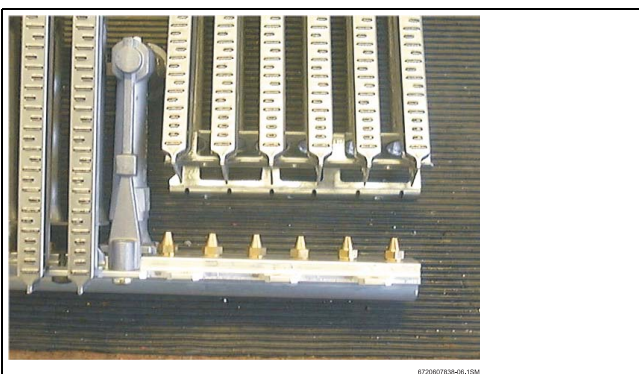

Fig. 8
- ▶ Rimuovere il gruppo sinistro e quello destro del bruciatore dopo aver tolto le viti (Fig. 8).